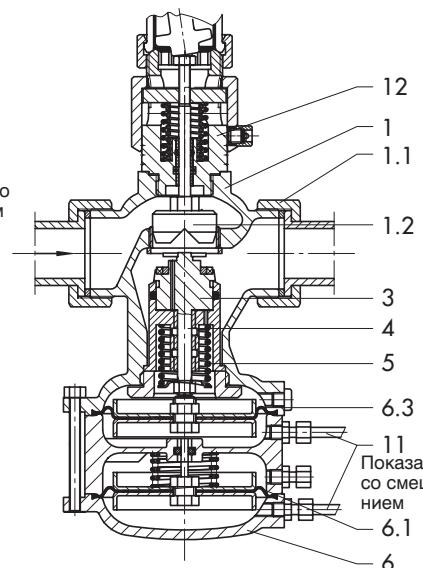

Рис. 7 · Тип 2494/5825, Ру 25
**Регулятор объёмного расхода и перепада давления или давления тип 2494/582.** (рис. 7)
**Регулятор объёмного расхода и перепада давления тип 2495/582.** (рис. 7)